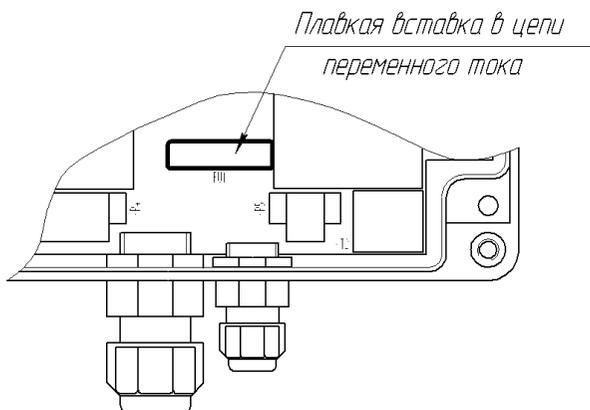

Рисунок 7 – Расположение заменяемой пользователем плавкой вставки
10.2 При воздействии повышенного напряжения (более 350 В) на сетевой вход изделия возможно перегорание плавкой вставки, находящейся в зажимах платы управления. В этом случае необходимо снять крышку и заменить плавкую вставку во входной цепи переменного тока (см. рисунок 7) запасной из комплекта поставки или аналогичной.